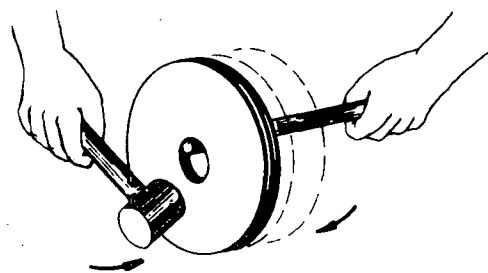

Fig. 1
- b Golpeie-o com um macete (fig. 1).